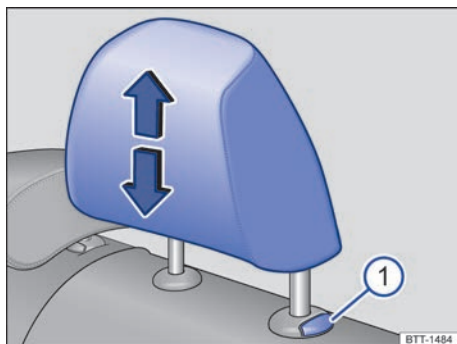
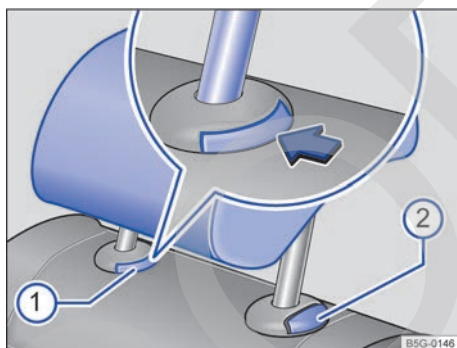

Fig. 44 Plazas traseras laterales: desmontar el apoyacabezas.
Fig. 45 Plaza trasera central: desmontar el apoyacabezas.
- Extraiga el apoyacabezas por completo a la vez que presiona la tecla → fig. 44 ① o → fig. 45 ①.
- Baje el apoyacabezas a la vez que presiona la tecla → fig. 44 ① o → fig. 45 ①.